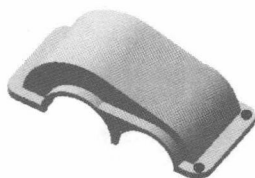
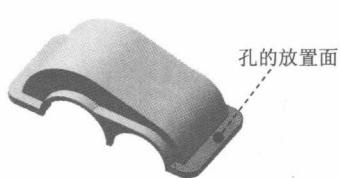

图 1.14 M8 六角头螺栓的柱形沉头孔 1
图 1.15 定义孔的放置面
- (3) 定义抽壳厚度。在“抽壳 1”窗口的 **参数(P)** 区域 $\sqrt{D1}$ 后的文本框中输入壁厚值 10.0。
- (4) 单击窗口中的 ☒ 按钮，完成抽壳 1 的创建。
Step9. 创建图 1.14 所示的零件特征——M8 六角头螺栓的柱形沉头孔 1。
- (1) 选择下拉菜单 **插入(I)** → **特征(F)** → **孔(H)** → **向导(W)...** 命令。
- (2) 定义孔的位置。
① 定义孔的放置面。在“孔规格”窗口中单击 **位置** 选项卡，选取图 1.15 所示的模型表面为孔的放置面，在放置面上单击两点将出现孔的预览。